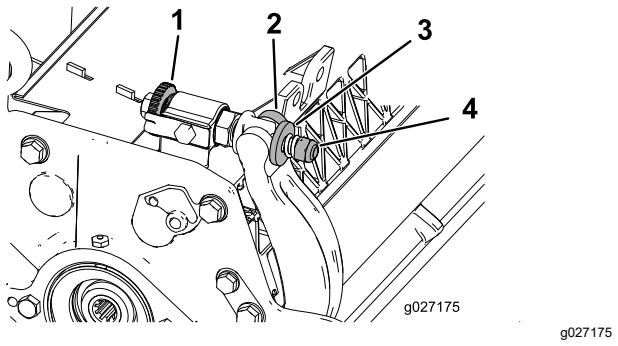

Рисунок 23
- Поверните регулировочные винты планки неподвижного ножа против часовой стрелки, чтобы отодвинуть неподвижный нож от барабана (Рисунок 23).
- Ослабьте гайку натяжения пружины так, чтобы шайба не нажимала на планку неподвижного ножа (Рисунок 23).